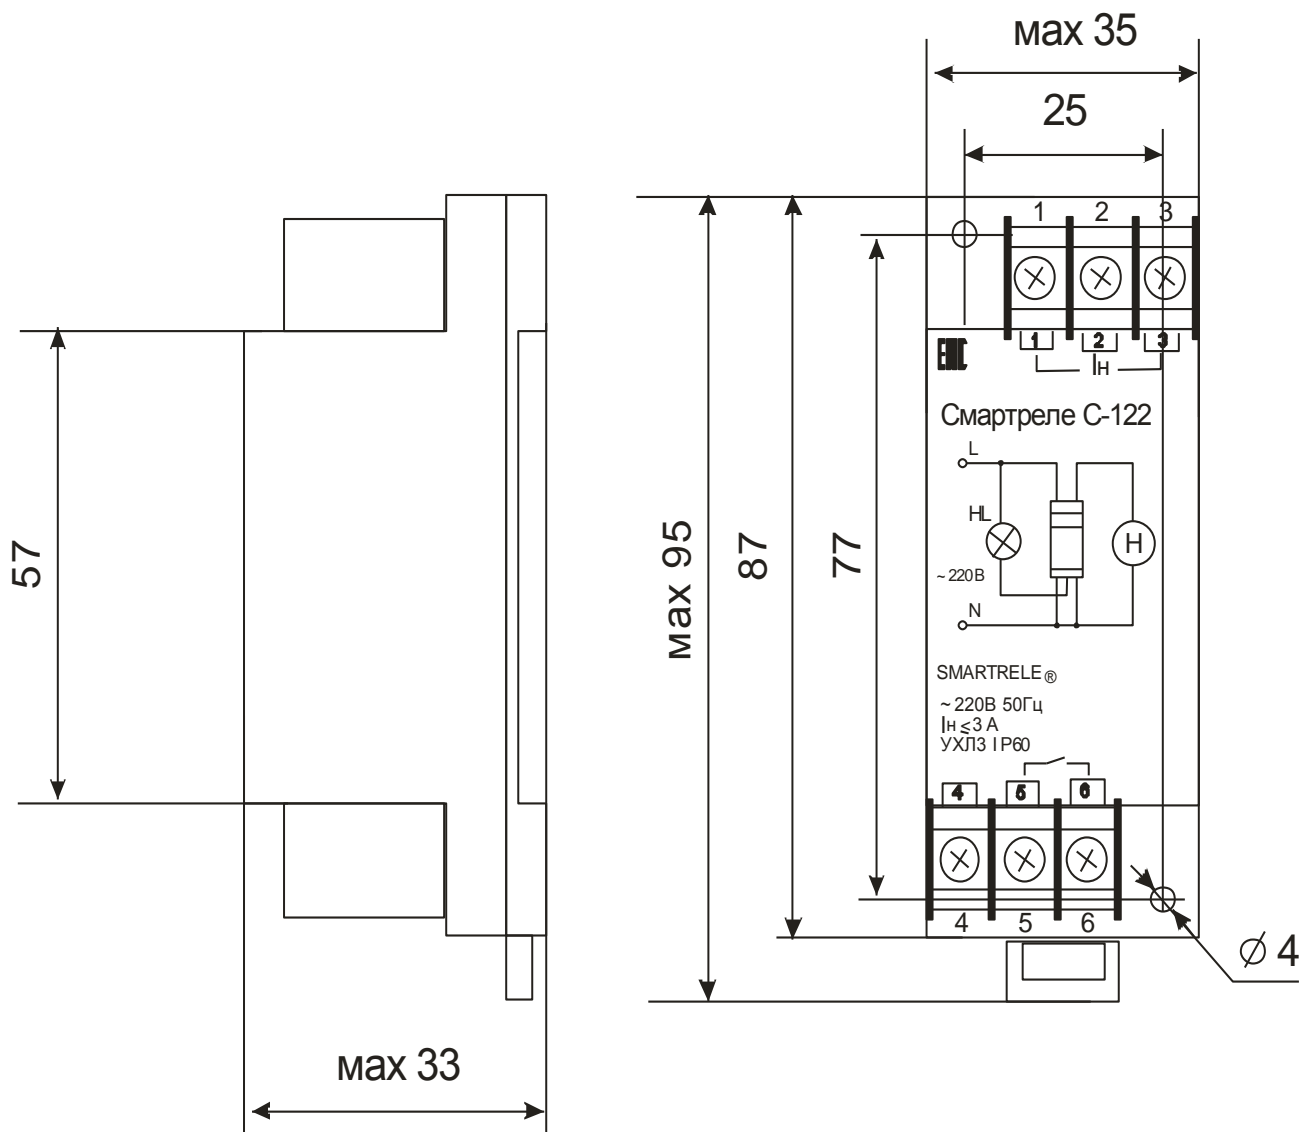

Рисунок 1 – внешний вид, габаритные и установочные размеры реле
5.1 Общий вид реле, его габаритные и установочные размеры показаны на рис.1.